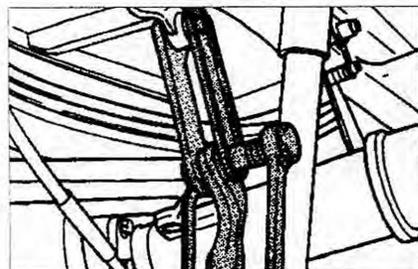

Рис. 5.23. Открутите болт крепления стабилизатора к серьге.
3. Открутите болт крепления стабилизатора к серьге (рис. 5.23).